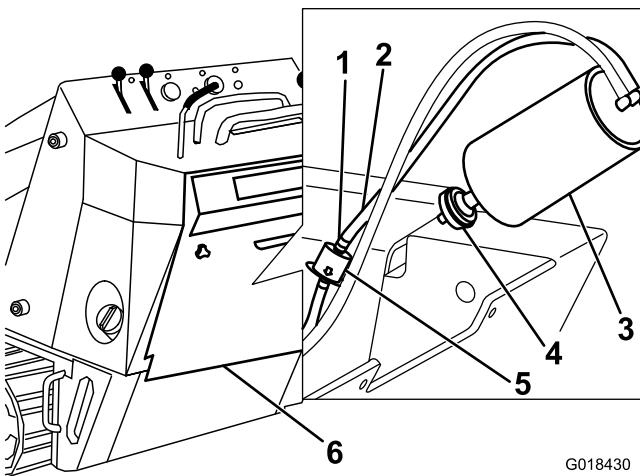

Figura 34
- Togliete il filtro dell'aria e gettatelo (Figura 34).
- Montate un nuovo filtro sul canister a carboni attivi (Figura 34).
- Spostate le fascette stringitubo a molla su entrambi i lati del filtro della linea di spurgo del canister a carboni attivi lontano dal filtro (Figura 34).
- Togliete il filtro della linea di spurgo e gettatelo (Figura 34).
- Montate un nuovo filtro nel flessibile con la freccia del filtro rivolta nella direzione opposta al canister a carboni attivi e fissatelo con le fascette stringitubo (Figura 34).